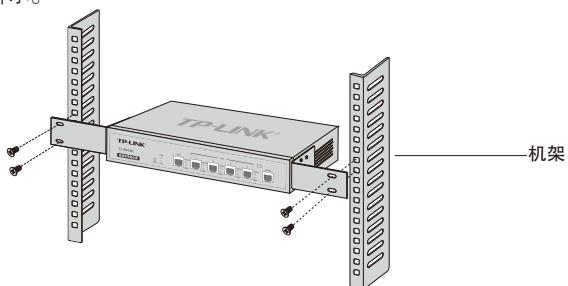

图2-3 机架安装示意图
4. 用螺钉将L型支架固定在机架两端固定的导槽上，确保路由器稳定、水平地安装在机架上，如**图2-3所示**。